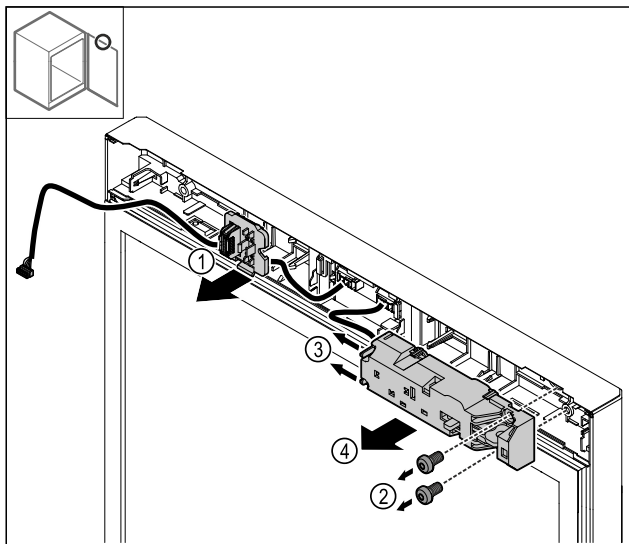

Fig. 27
- ▶ Deblocați suportul fișei Fig. 27 (1).
- ▶ Îndepărtați șuruburile Fig. 27 (2).
- ▶ Apăsăți ciocurile de fixare Fig. 27 (3) în lateral și detașați încuietoarea electrică Fig. 27 (4).